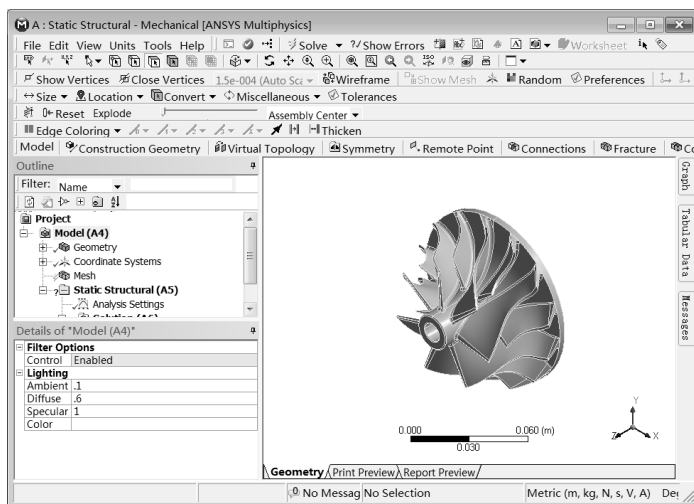

图 5-97 Mechanical 界面
Step1：双击主界面项目管理区项目 A 中的 A4 栏 Model 选项，进入如图 5-97 所示 Mechanical 界面。在该界面下即可进行网格的划分、分析设置、结果观察等操作。